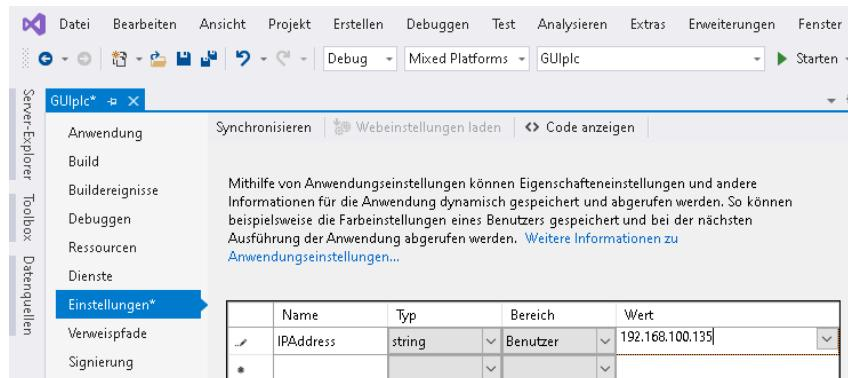

Abb. 6.8 IP-Adresse angeben
- Öffnen Sie die Eigenschaften von GUlplc (**Properties**) und geben Sie bei **Einstellungen** die verwendete IP-Adresse an (Abb. 6.8).